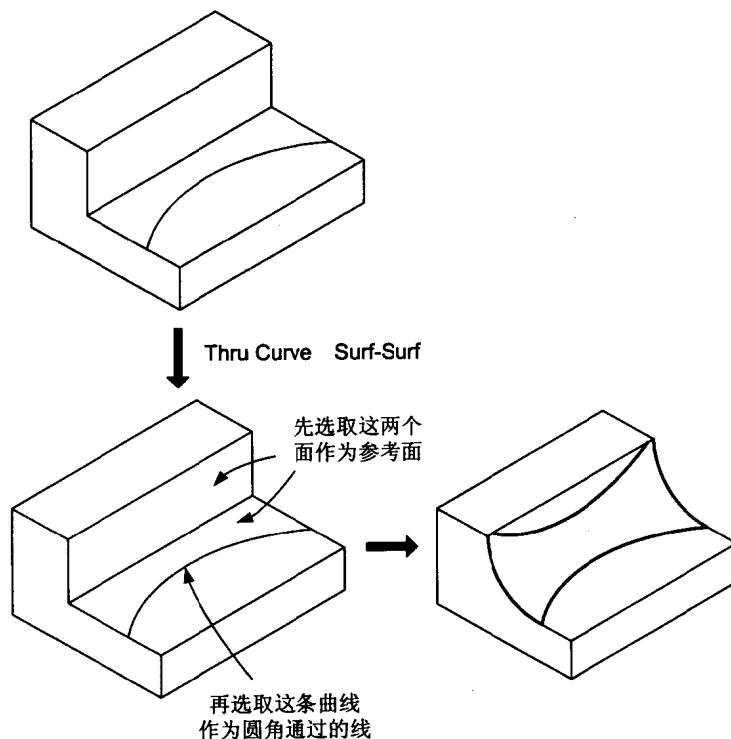

图 1.7
- Thru Curve: 圆角通过某条曲线（见图 1.7）。